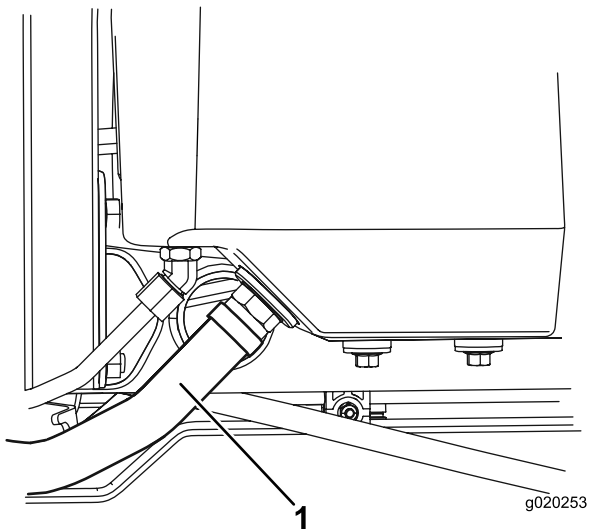

Рисунок 77
2. Отсоедините большой гидравлический шланг (Рисунок 77) от бака и дайте гидравлической жидкости стечь в сливной поддон.